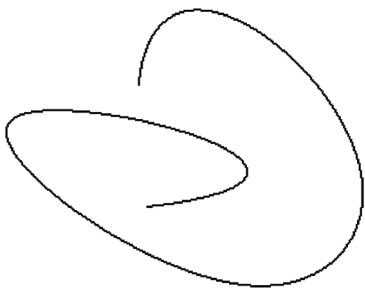

图 6-41 打开模型文件
STEP 01 单击快速访问工具栏中的“打开”按钮，打开模型文件，如图 6-41 所示。